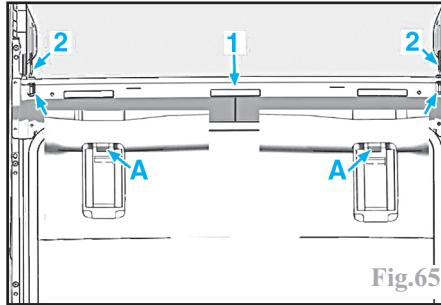

Fig.65
À l'aide d'un tournevis fin, déclipser les 2 ressorts (2), à l'arrière du cadre des volets occulteurs (1) en A (Fig.65).